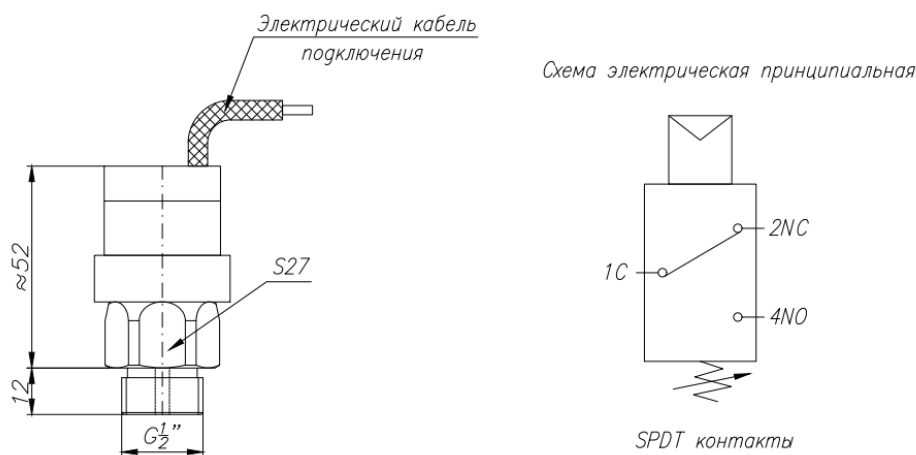

Рисунок 4 Общий вид СД тип LF727В
1.3.3.10 Монтаж электрических цепей СД производить согласно схеме электрической принципиальной (Рисунок 4). Состояние контактной группы приведено при отсутствии давления рабочей среды.